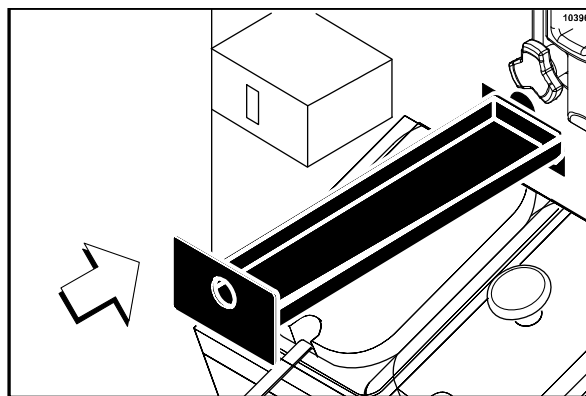

Рисунок 140
12. Вставьте длинный сточный желоб в отверстие на передней панели, над раздаточным устройством для наполнителей сиропа. (См. рис. 140)